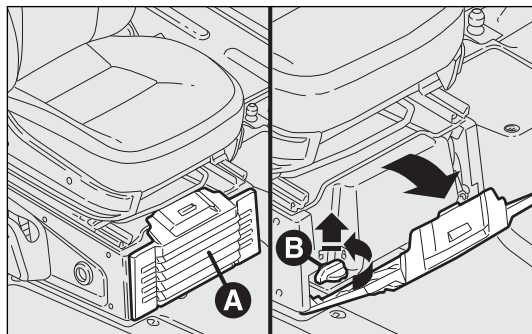
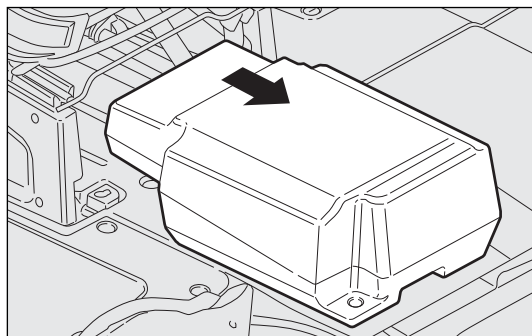

fig. 217
fig. 218
- ☐ abrir la tapa A y sacarla tal como muestra la fig. 217;
- ☐ girar hacia la izquierda el pomo de bloqueo B y sacarlo fig. 217 para poder sacar la caja fig. 218;